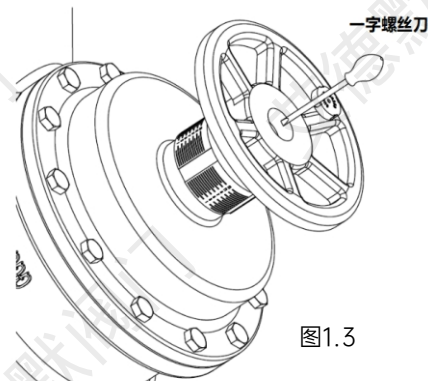

图1.3
- 3) 用内六角扳手，将内部阀杆顺时针拧紧锁定最大开度（见图1.3）。